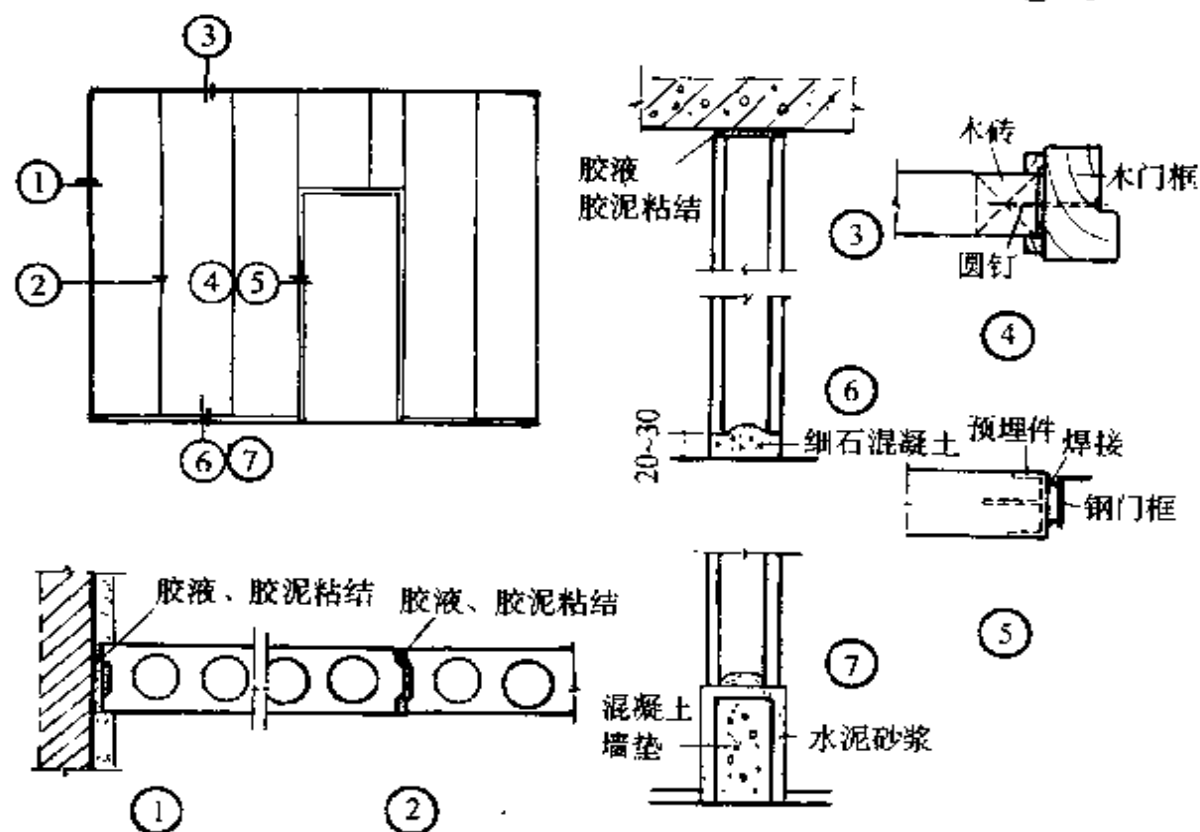

图 5-6 石膏条板隔墙的连接节点
条板侧面与墙体连接方法是：在墙面及板面刷胶液一道，用石膏胶泥粘结。凹槽处先用石膏胶泥填平（图 5-6①）。
条板与条板连接方法是：在板面刷胶液一道，用石膏胶泥粘结（图 5-6②）。
条板与钢筋混凝土顶板连接方法是：在板面刷胶液一道，用石膏胶泥粘结（图 5-6③）。
条板与地面连接方法是：板底与地面间留 20~30mm 空隙，用 C20 细石混凝土堵严。如做水泥砂浆踢脚或预制水磨石踢脚，则在地面上先浇筑 C20 细石混凝土墙垫，墙垫高为 100mm 左右（图 5-6⑥⑦）。
门框条板与木门框连接方法是：在板面、框面刷胶液一道，用胶泥粘结，并用 90mm 长木螺丝将木门框固定于板内预埋木砖上（图 5-6④）。
门框条板与钢门框连接方法是：在板面、框面刷胶液一道，用胶泥粘结，并将钢门框点焊于板内预埋铁件上（图 5-6⑤）。